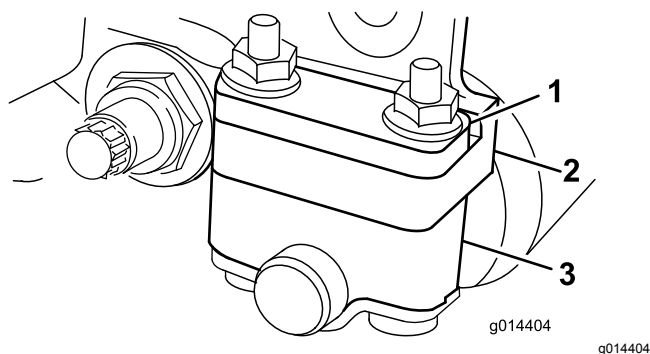
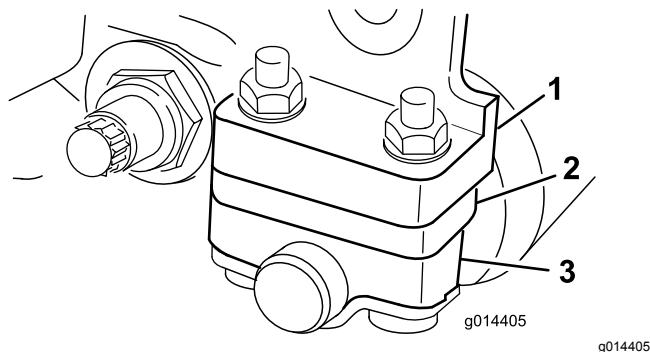

Figure 11
Figure 12
Selon la hauteur de coupe désirée, vous devrez placer les supports de rouleau arrière (**Figure 11** ou **Figure 12**) en position haute ou basse :
- Placez l'entretoise au-dessus de la bride de fixation de la plaque latérale (réglage d'usine) lorsque les hauteurs de coupe sont comprises entre 1,5 mm et 6 mm, comme montré à la Figure 11.
- Placez l'entretoise en dessous de la bride de fixation de la plaque latérale lorsque les hauteurs de coupe sont comprises entre 3 et 25 mm, comme montré à la Figure 12.
4. Placez les entretoises sur les vis au-dessus ou au-dessous des supports de rouleau, selon le cas (Figure 11 ou Figure 12).